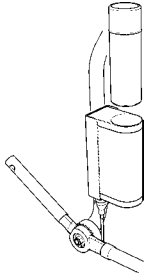

Abb. 11
1. Heben Sie den Akku aus dem Hebebügelssystem (siehe Abb. 11). Der Akku wird magnetisch gehalten. Ziehen Sie den Akku einfach aus der Steuereinheit des Hebebügel-systems.